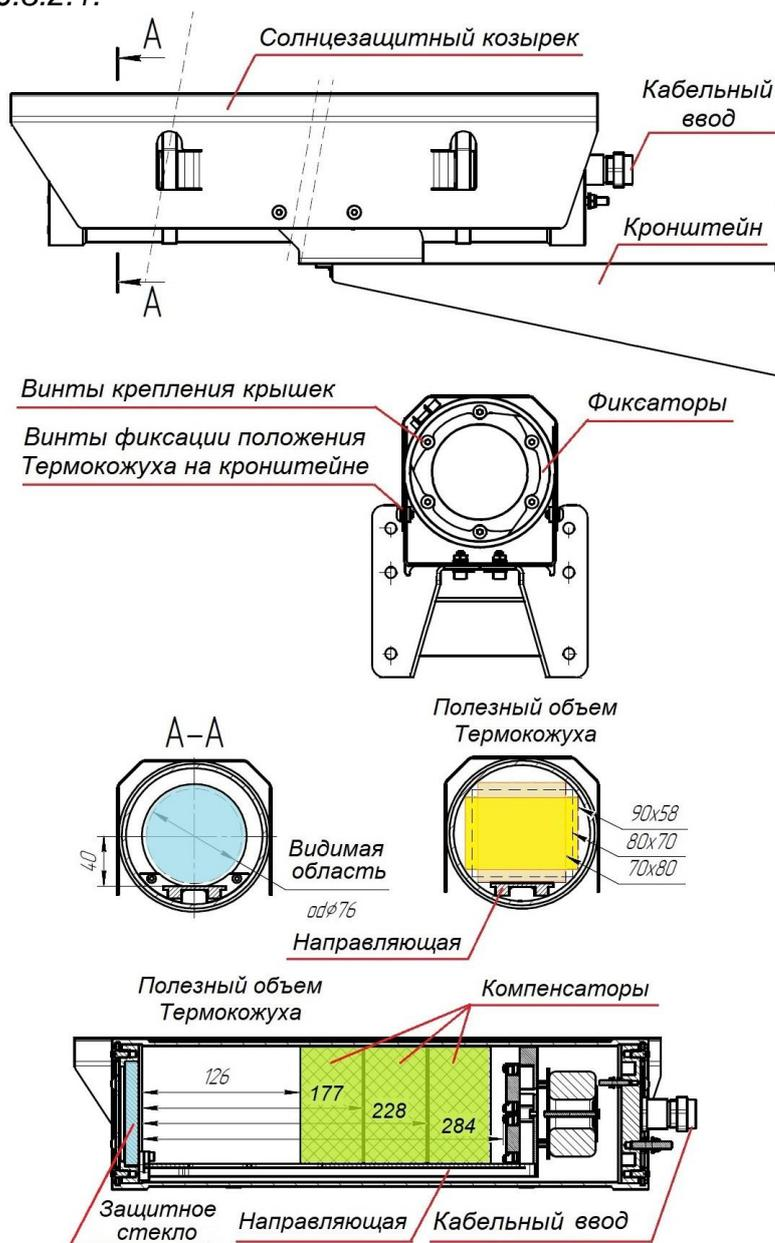

Рис. 3.2.1 Внешний вид термокожуха BSM-400Ex и назначение его конструктивных элементов
3.2 Внешний вид термокожуха и назначение элементов его конструкции приведены на рис.3.2.1.